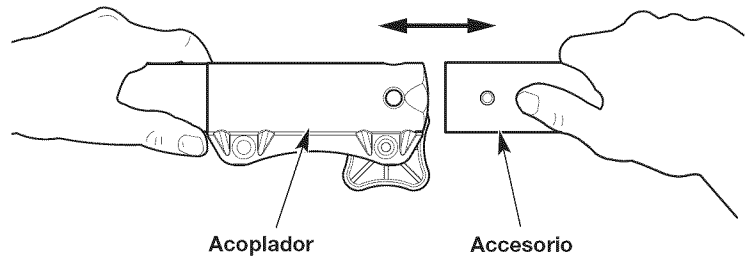
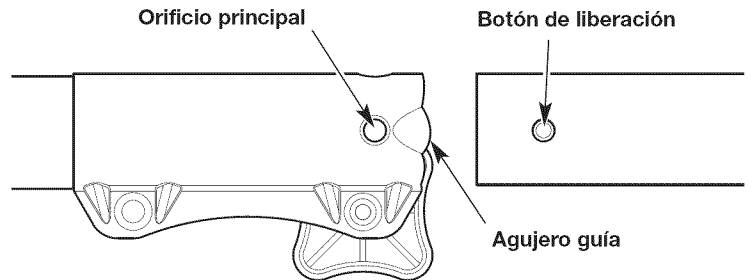

Fig. 5
Fig. 6
4. Alinee el botón de liberación con el embutimiento de la guía (Fig. 6).
5. Presione el accesorio directamente dentro del acoplador (Fig. 5) hasta que el botón de liberación encaje a presión firme del orificio principal (Fig. 6).
3. Oprima y mantenga apretado el botón de liberación (Fig. 6).
4. Tire del accesorio directamente hacia fuera del acoplador (Fig. 5).
2. Oprima y mantenga apretado el botón de liberación (Fig. 6).